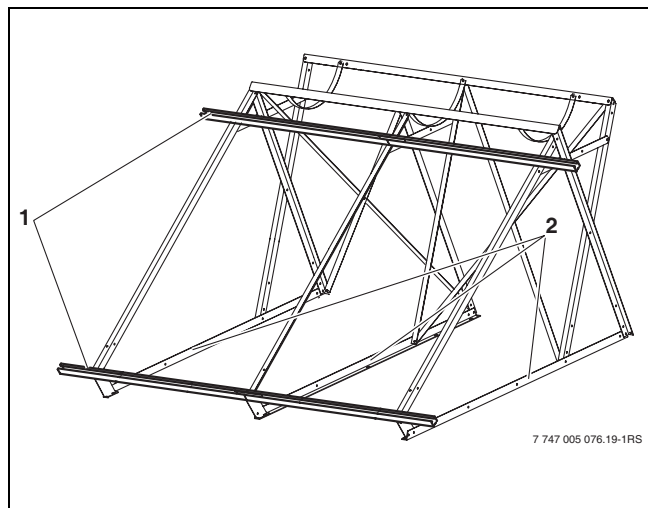

Fig. 25 Poser les rails profilés FD/ÜD
- Positionner les rails de support-en bas (fig. 25, [2]) de manière parallèle les uns par rapport aux autres.